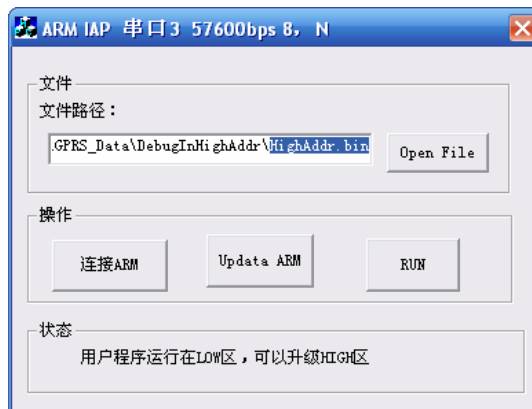

图 4.9 选择升级文件
- 点击“Open File”按钮，选择 HIGH 区升级文件，如图 4.9 所示。